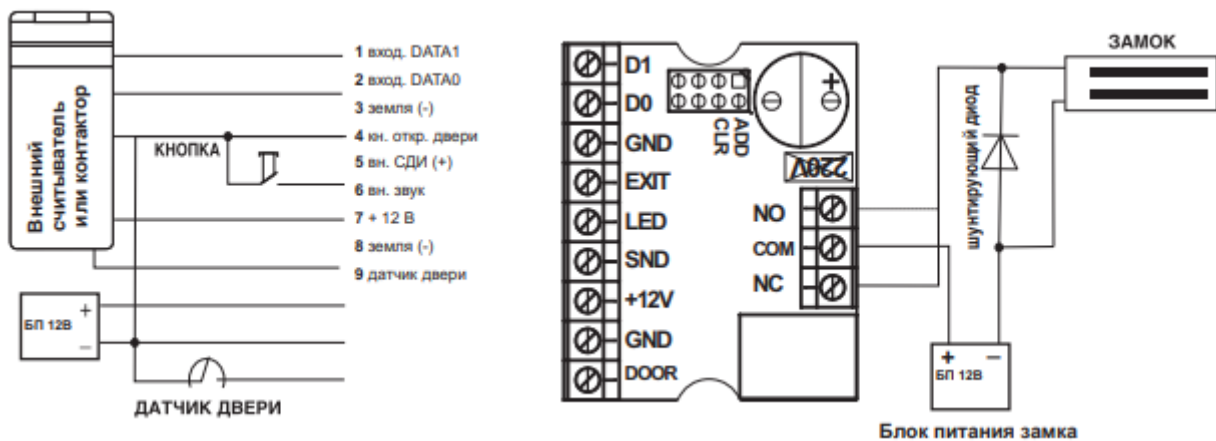

Рис.6 Подключение внешних устройств.
**Важно!** Для защиты контактов реле от выгорания при подключении индуктивной нагрузки в виде электромагнитного или электромеханического замка следует параллельно обмотке замка установить шунтирующий диод, входящий в комплект поставки (см. рис.6).
6.6.4. Установите шунтирующий диод (рис.6) в случае использования индуктивной нагрузки (электромагнитный или электромеханический замок).